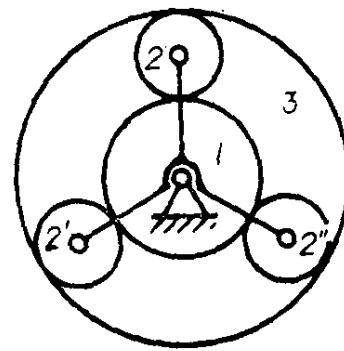

图 2-5
4) 如果在机构中存在着结构上完全相同的部分, 那末那些与机构运动的传递并无影响的相同部分带入的约束将为虚约束。例如在图 2-5 所示的齿轮传动机构中, 在齿轮 1 和内齿轮 3 之间同时装入了尺寸完全相同的三个齿轮 2、2' 及 2'', 显然, 从传动的观点来看, 在这三个尺寸完全相同的齿轮中, 只要有一个(例如齿轮 2)就够了, 而再装入的两个齿轮(2' 及 2'')并不影响机构的运动传递。所以, 从运动的观点来看多装入的这两个齿轮所带入的约束将为虚约束。